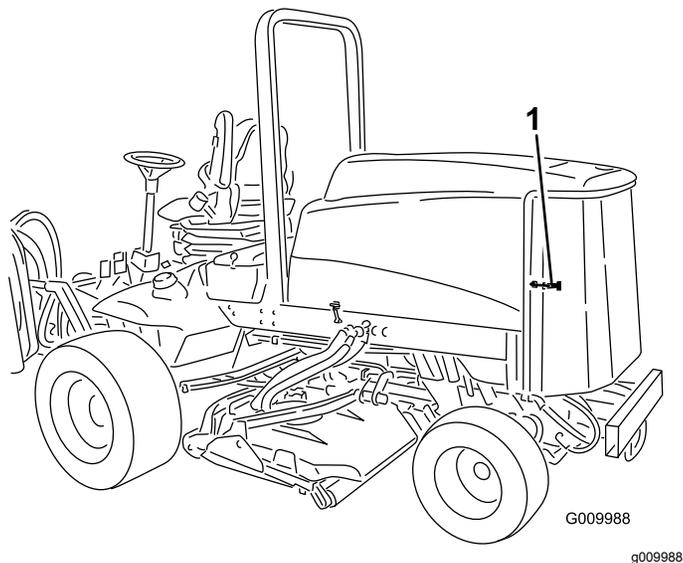

図 51
1. 後スクリーン 図 51 のラッチをはずして後部を開ける。スクリーンを丁寧に清掃する。